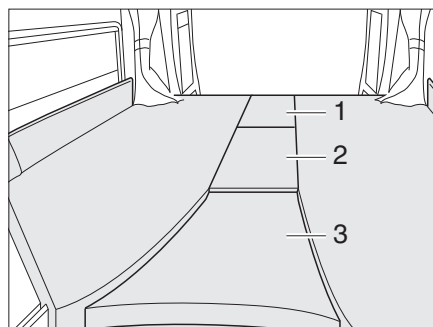
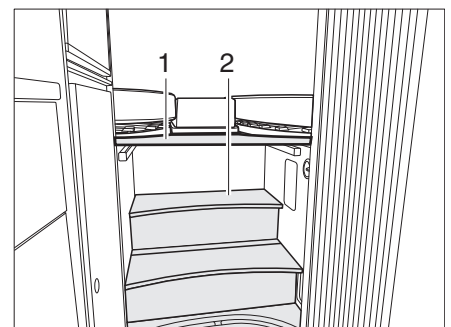

Bild 48 Doppelbett Heck
Bild 49 Doppelbett Treppe
▷ Um die Treppe nutzen zu können, das Brett (Bild 49,1) oberhalb der Treppe sowie das Zusatzpolster (Bild 48,3) nicht verwenden.
- Brett (Bild 49,1) auf die Streben oberhalb der Treppe (Bild 49,2) legen.
- Zusatzpolster (Bild 48,1, 2 und 3) einlegen.